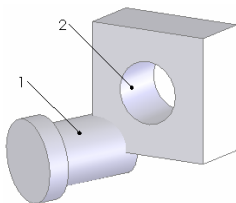
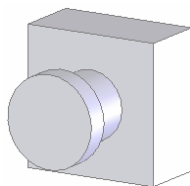
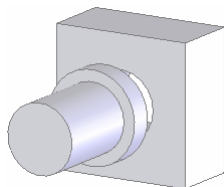

图 11-23 配合前的图形
图 11-24 反向对齐配合后的图形
图 11-25 同向对齐配合后的图形
(5) 同轴心。配合方式可以用在两零件的圆柱面与圆柱面、圆孔面与圆孔面、圆锥面与圆锥面之间的配合。如图 11-23 所示为配合前的两个零部件，圆柱面 1 和圆柱面 2 为配合的实体面。在“配合”属性管理器中“配合选择”一栏中，选择图 11-23 中的圆弧面 1 和圆柱面 2，然后单击“标准配合”一栏中的“同轴心”按钮图标 ，单击属性管理器中的“确定”按钮图标 ，将圆弧面 1 和圆柱面 2 添加为“同轴心”配合关系，结果如图 11-24 所示。
向对齐，如图 11-24 所示。单击属性管理器中的同向对齐图标，生成如图 11-25 所示的配合图形。